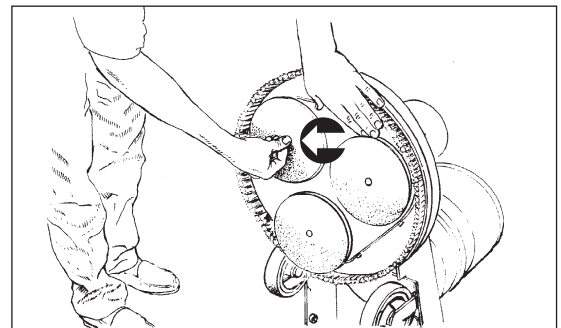

Figura 15
- Per rimuovere la carta o il disco abrasivo esistenti, posizionarsi al lato della macchina e tirare una delle estremità della carta o del disco. In alcuni casi è necessario prima rimuovere il perno di spinta in plastica dalla sezione centrale della protezione per poter rimuovere la protezione stessa. Vedere la Figura 15.